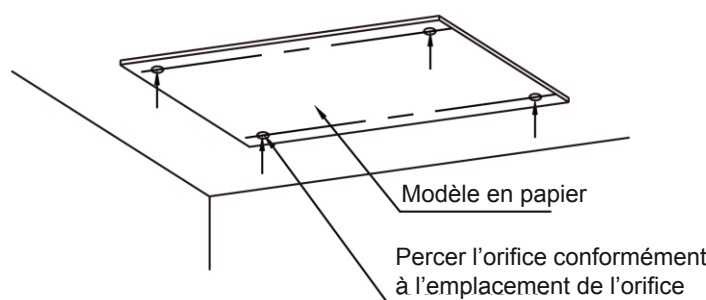
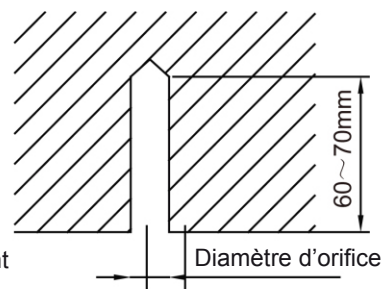

Fig 4.1.2
Fig 4.1.3
1) Coller le modèle de pose en papier sur la position d'installation, percer 4 trous conformément aux emplacements des trous sur le modèle comme indiqué sur la fig 4.1.2 ; le diamètre du trou de perçage est conforme au boulon expansible et sa profondeur est de 60-70 mm, comme indiqué sur la fig 4.1.3.